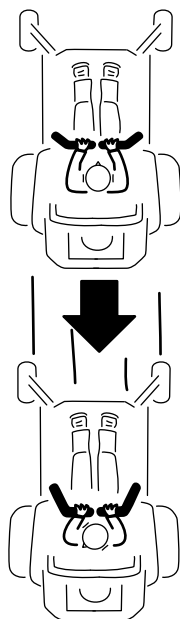

Bild 27
- 2. Ziehen Sie zum Rückwärtsfahren die Fahrtriebshebel langsam nach hinten (Bild 27).